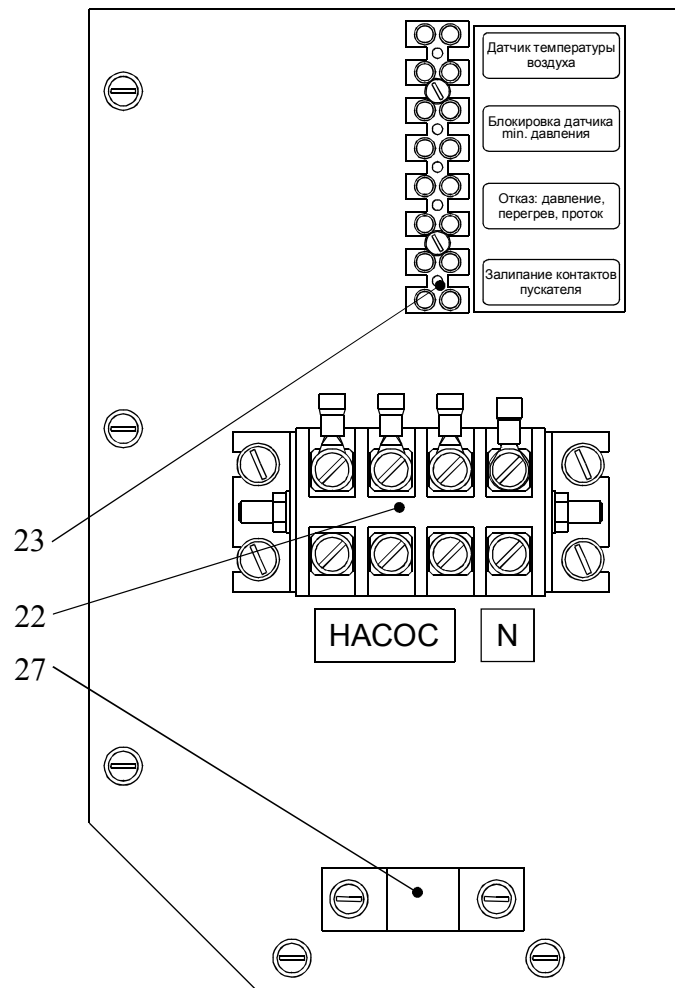

Рис.3 Панель подключения внешних устройств
4.1.5 Панель подключения внешних устройств включает в себя два клеммника. Четырехконтактный клеммник (22 рис.3) для подключения по питанию внешнего трехфазного циркуляционного насоса и ввода в прибор рабочего нуля (цепи управления 220В). Восемьконтактный клеммник (23 рис.3) для подключения внешних устройств. Кабель насоса закрепляется с помощью скобы (27). Места подключения обозначены с помощью аппликаций.
7.2.6 При подключенном через клеммник “Датчик температуры воздуха” (Рис.3) внешнем датчике температуры воздуха прибор переходит в режим управления по температуре воздуха в помещении, где установлен датчик. Ручка терморегулятора *ТЕМПЕРАТУРА* должна находиться в крайнем правом положении.
4.2.2 Для организации дистанционной индикации отказов прибора на клеммную колодку (23, Рис. 3) выведены сигналы “Отказ: давление, перегрев, проток” и “Залипание контактов пускателя” от соответствующих реле на плате управления. Контакты реле предназначены для работы в цепях переменного и постоянного тока в диапазоне напряжений 0-250В. Допустимый ток коммутации 5А. При аварийной ситуации контакты реле замыкаются.